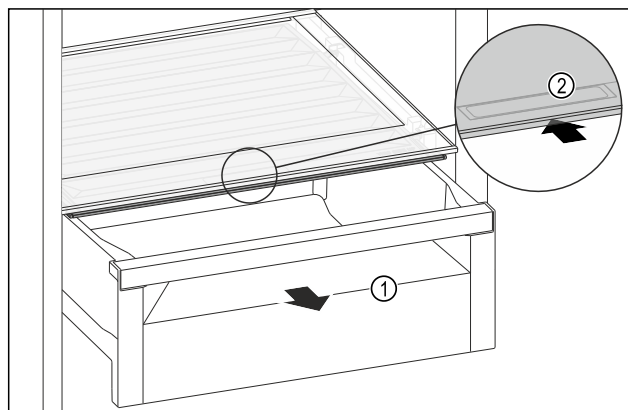

Fig. 201
- ▶ Tërhiqni jashtë sirtarin Fig. 201 (1).
- ▶ Kapni dorezën e futur Fig. 201 (2) në kapakun e ndarjes dhe në të njëjtën kohë shtyni për prapa kapakun e ndarjes.